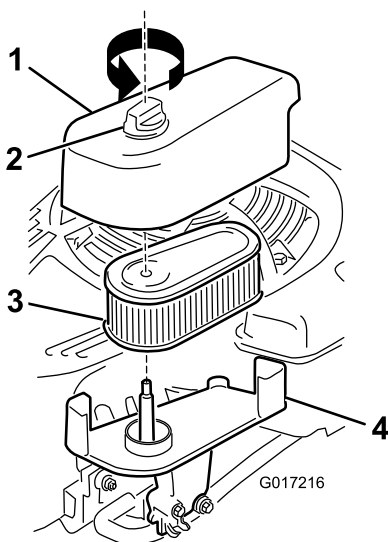

Figure 32
1. Desserrez le bouton de fixation et enlevez le couvercle (Figure 32).